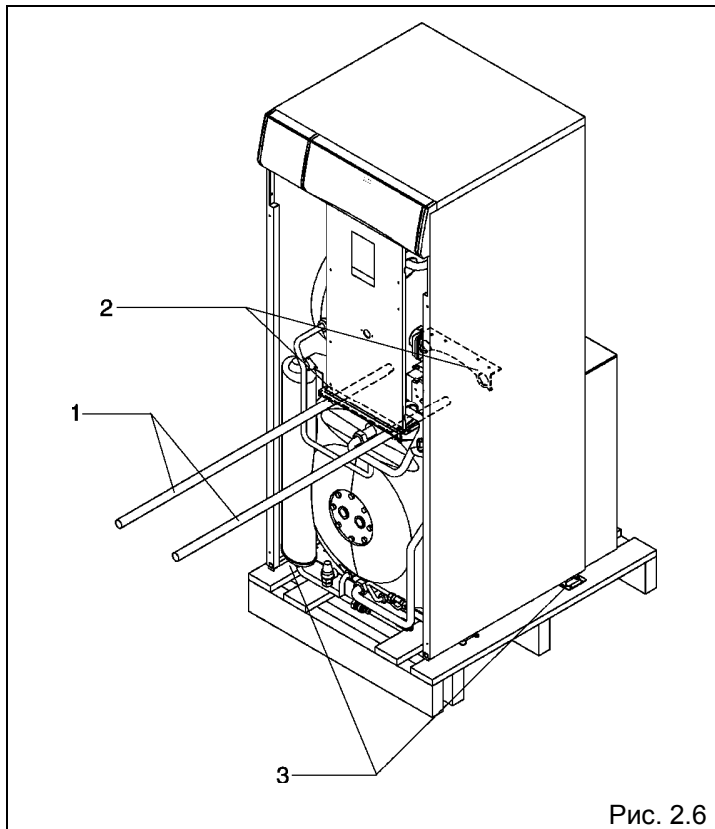

Рис. 2.6
- снимите винты, которые крепят котел к деревянному поддону посредством двух скоб (3) (рисунок 2.6)
- приподнимите котел, используя две трубы на  $\frac{3}{4}$  дюйма (1), которые вставлены в специальные отверстия (2) (рисунок 2.6).